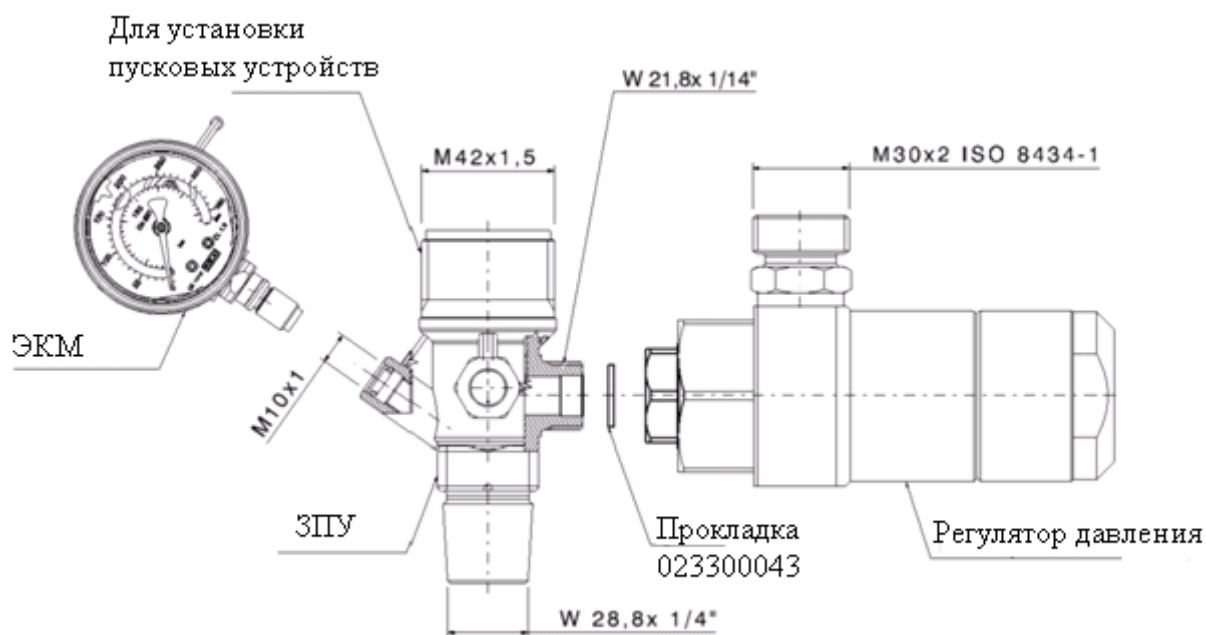

Рисунок 2 – Запорно-пусковое устройство
**ВНИМАНИЕ!** ДЛЯ УПЛОТНЕНИЯ СОЕДИНЕНИЯ ИСПОЛЬЗУЙТЕ ПРОКЛАДКУ 023300042 (СМ. РИСУНОК 2)